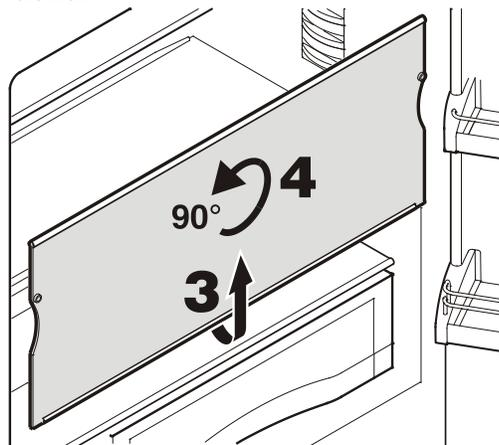

Figura 11
## Extracción de las baldas - Figura 11
- Retire las baldas de vidrio según se muestra en la **Figura 11**.